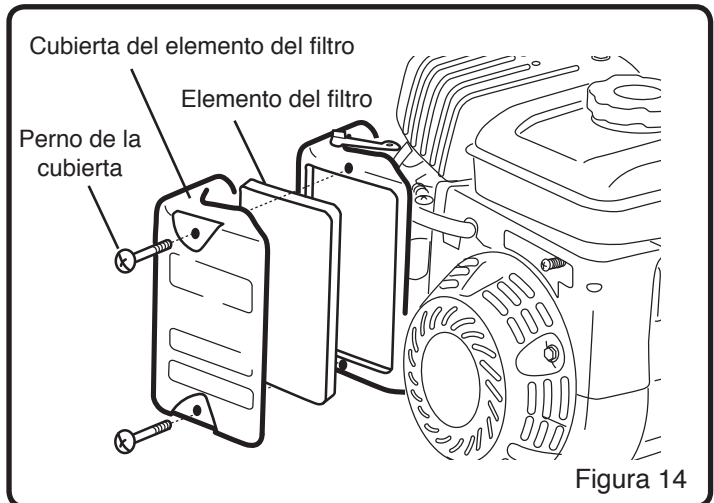

Figura 14
NOTA: Consultar la figura 14 al seguir los pasos enumerados a continuación:
1. Quite los pernos de la cubierta del filtro de aire. (Véase la Figura 14)